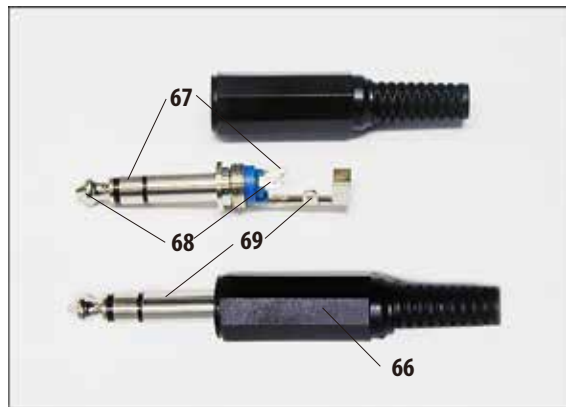

Fig. 63
Cada alarme é conectado ao plugue (66) como mostrado a seguir (Fig. 63):